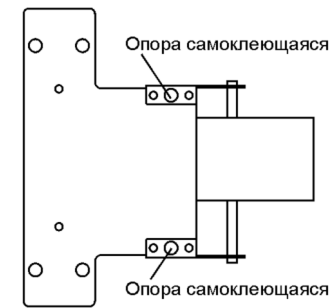

Рис. 3.3
3.2.6. Наклейте ко дну основания 2 опоры (см. рис. 3.3).